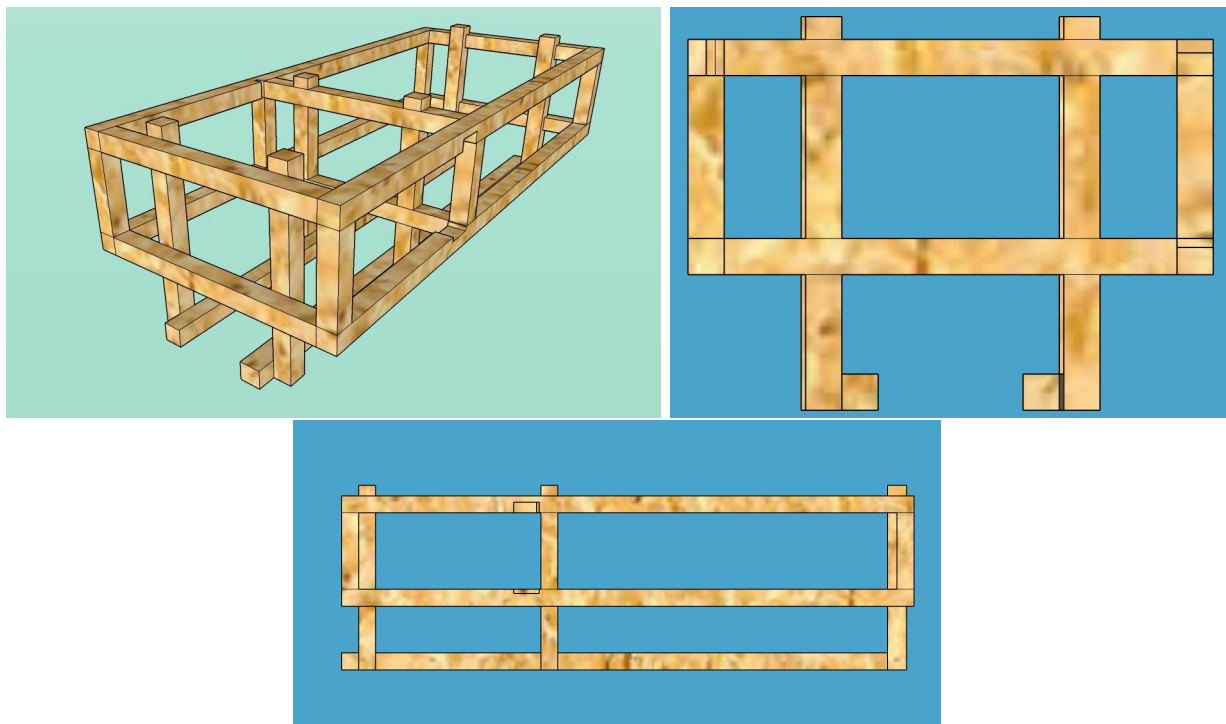

Figure 7: Châssis interne.
1. Construisez le châssis selon le plan avec des baguettes 8mm x 8mm (Figure 7).